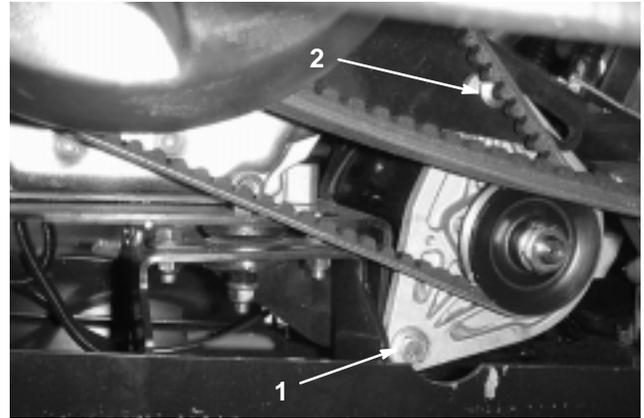

Bild 37
2. Lockern Sie die Mutter an der Drehschraube (Bild 37).
3. Setzen Sie ein Stemmeisen zwischen der Motorbefestigung und dem Anlasser ein. Lockern Sie die Klemmmutter an der Schlossschraube (Bild 37).
5. Ziehen Sie dann die Mutter an der Schlossschraube fest und entfernen das Stemmeisen. Ziehen Sie die Mutter an der Drehschraube fest (Bild 37).